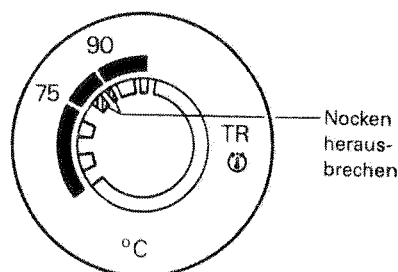

Abb. 4.3
3. Mit einer Spitzzange die in Abb. 4.3 markierten Nocken aus der Anschlagsscheibe herausbrechen.